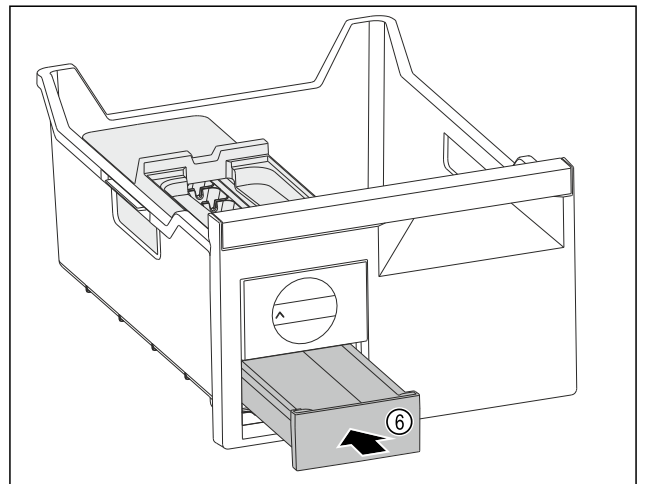

Fig. 126
- ▶ Eiskubenschubfach Fig. 126 (6) einschieben.